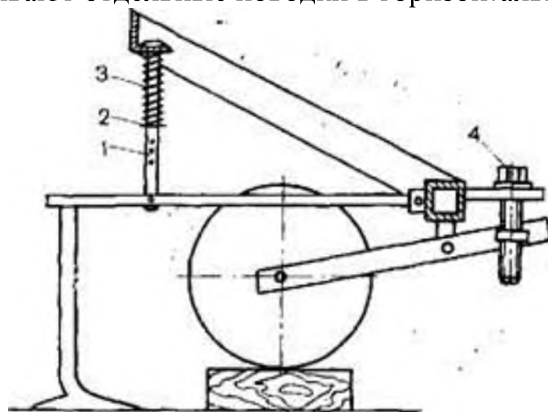

Рис. 1. Схема установки лап на заданную глубину обработки.
5. Устанавливают заданную глубину обработки. Для этого опорные колеса ставят на бруски толщиной на 2—3 см меньше заданной глубины обработки. Винтом 4 (рис. 1) механизма регулирования глубины опускают рабочие органы до соприкосновения с разметочными досками. Выравнивают отдельные поводки в горизонтальной